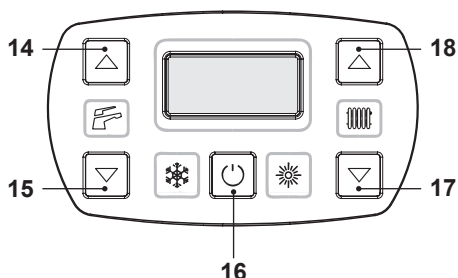

Figura 9.1
- Entrare in "modalità programmazione" premendo contemporaneamente per 10 secondi i tasti 16 - 17 - 18 (Figura 9.1) fino a far apparire sul display LCD le lettere **Pr**
- Premere contemporaneamente i tasti 16 e 18 (Figura 9.1) fino a far apparire sul display LCD il valore del parametro 28 (es. 12 valore di default) (Figura 9.4).
- Premendo il tasto 16 (Figura 9.1) si ottiene la conferma del valore inserito.
- Premendo contemporaneamente i tasti 16 e 17 (Figura 9.1) si esce senza modificare il valore (ritorno alla lista parametri Figura 9.3).
- Premendo contemporaneamente per 10 secondi i tasti 16 - 17 - 18 (Figura 9.1) si esce dalla "modalità programmazione".